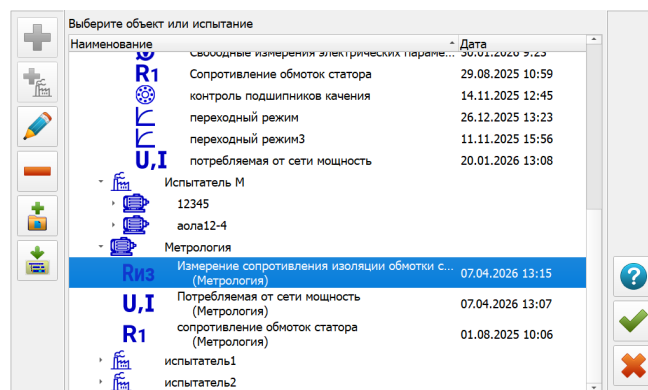

Рисунок 9.15 – Окно базы данных прибора с добавленным опытом «сопротивление изоляции (Метрология)»
• Нажать кнопку «Применить» , на экране появится окно базы данных (рисунок 9.15).